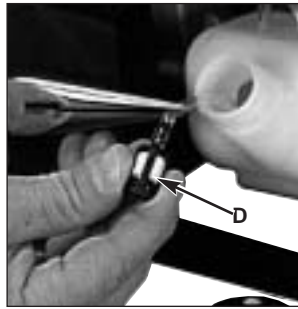

Fig. 8-2C
2. Pull off fuel filter (D) with a twisting motion (Figure 8-2C).
2. Tirer filtre à carburant (D) avec un mouvement rotatif (Figure 8-2C).